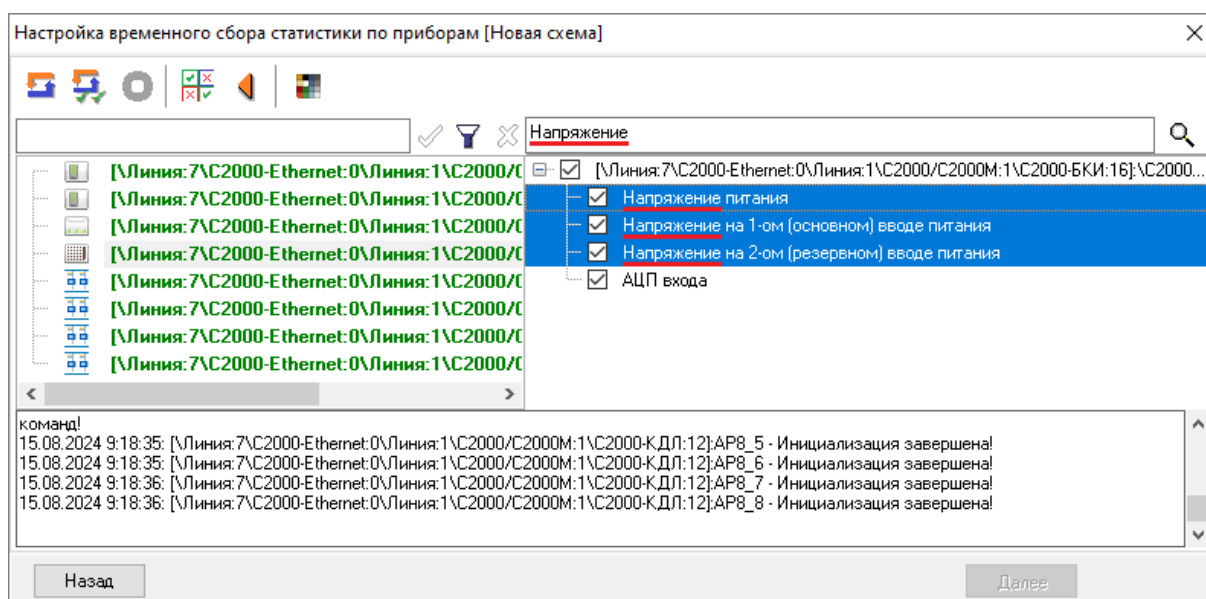

Рисунок 11-145 Результаты поиска в списке параметров для опроса
- если в списке параметров для опроса есть параметры, наименование которых содержит введенное сочетание символов, то они будут выделены в дереве статистики (см. Рисунок 11-145);